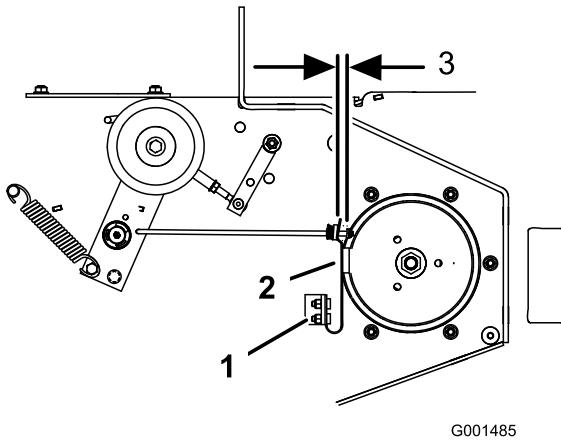

Bild 60
3. Stellen Sie die Federbefestigungsschrauben ggf. so ein, dass die Messerbremsbacken beide Seiten der Scheibenrille berühren (Bild 60).
4. Stellen Sie die Mutter am Ende der Messerbremsstange ein, bis ein Abstand von 3 mm bis 5 mm zwischen der Mutter und dem Distanzstück besteht (Bild 60).